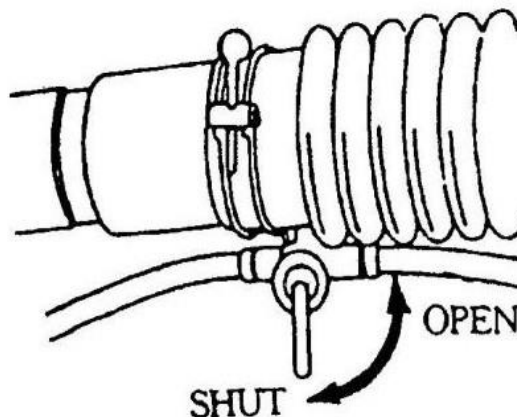

Fig. 8
- 1) Tijdens het spuiten, wanneer we meer middel aan de tank willen toevoegen, moet het apparaat worden uitgeschakeld, zie fig. 8. Tijdens het vernevelen moeten de vernevelingshevel en het deksel van de brandstoftank in de onderste positie staan, anders lekken de chemicaliën.